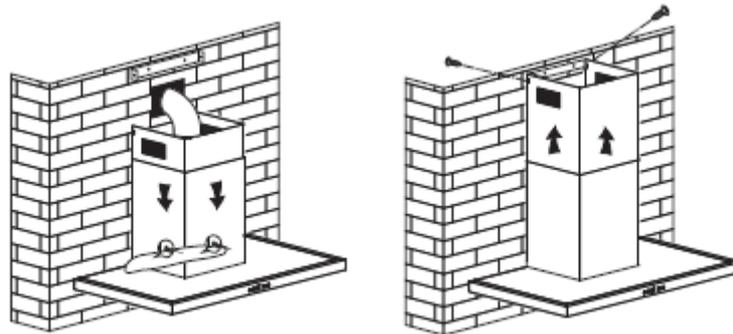

fig. 6
- Levante a chaminé superior até ao tecto e fixe-a no apoio com parafusos. (fig. 6)